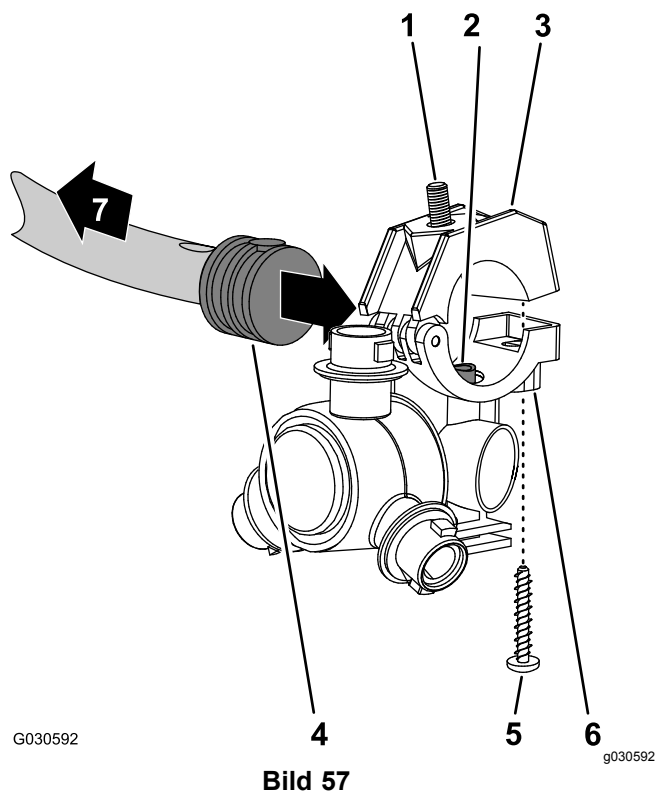
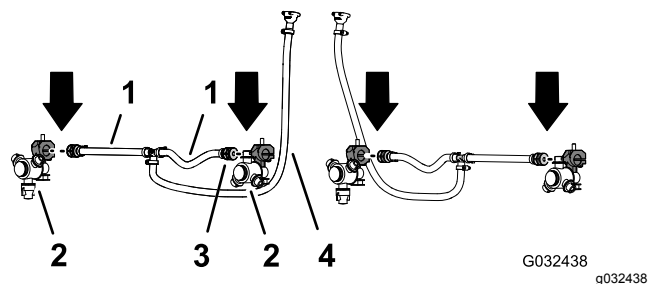

Bild 57
Bild 58
2. Arbeiten Sie mit den zwei Sprühdüsen vom Finishingkit für das GeoLink-Sprühsystem und entfernen Sie die Edelstahlschraube, mit der die obere Klemmenhälfte am Sattel befestigt ist (Bild 57).
Schlauchs 25 cm vom Schlauch (Sprühventil 5 oder 6) für den mittleren Sprühabschnitt (Bild 57 und Bild 58).
4. Fluchten Sie den Transferschlauch im Sattel einer Sprühdüse (Bild 57) mit dem Loch in der Seite des gezahnten Einzelschlauchschafts (1/2\") aus.
5. Schließen Sie die obere Klemmenhälfte um den gezahnten Schlauchschaft und befestigen die Klemmenhälfte und das Sprühdüsengehäuse (Bild 57) mit der Edelstahlschraube (Nr. 12 x 1-1/4\"). Ziehen Sie die Edelstahlschraube bis auf 14-18 Nm an.
6. Arbeiten Sie mit der Sprühdüse, der Sechskantschraube und Edelstahlschraube, die Sie in den Schritten 1 und 2 in Entfernen der Sprühdüsen (Seite 27) entfernt haben, und wiederholen Sie die Schritte 3 bis 5 am gezahnten Einzelschlauchschaft (Bild 57 und Bild 58) am Ende des anderen Schlauchs 25 cm.
7. Arbeiten Sie mit den zwei Sprühdüsen, die Sie in Schritt 4 in Entfernen der Sprühdüsen (Seite 27) entfernt haben, und wiederholen Sie die Schritte 3 bis 5 am gezahnten Einzelschlauchschaft des anderen Schlauchs (Sprühventil 5 oder 6) für den mittleren Sprühabschnitt (Bild 57 und Bild 58).